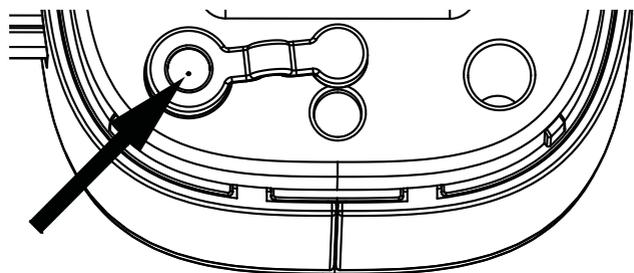

Abb. 1
1. **Wichtig:** Wenn die Milchfunktion den Milchschaum nicht austreten lässt, verwenden Sie bitte eine 0,2-mm-Nadel, um die Verstopfung unterhalb des Luftlochs zu beseitigen! (siehe Abb. 1)